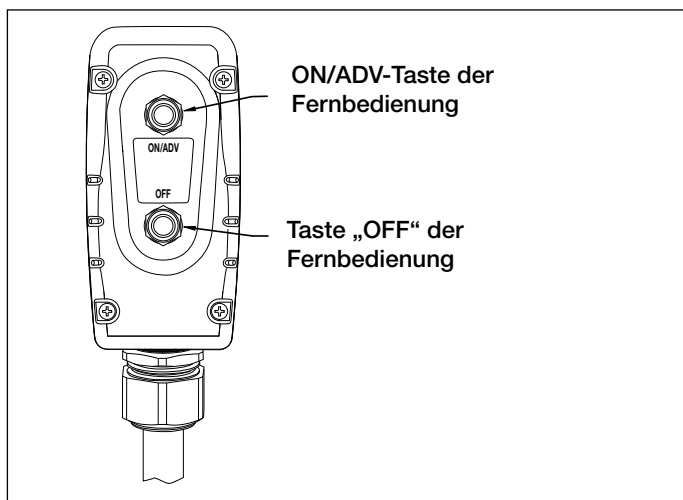

Abb. 8, Tasten der Fernbedienung
5.2 Fernbedienungsbetrieb (siehe Abb. 8)
5. Um die Pumpe zu starten, drücken Sie die „ON/ADV“-Taste auf der Fernbedienung. Siehe Abb. 8. Der Motor startet automatisch und der Schlüssel läuft vorwärts. Der Schlüssel bewegt sich weiter vorwärts, solange die Taste gedrückt wird.